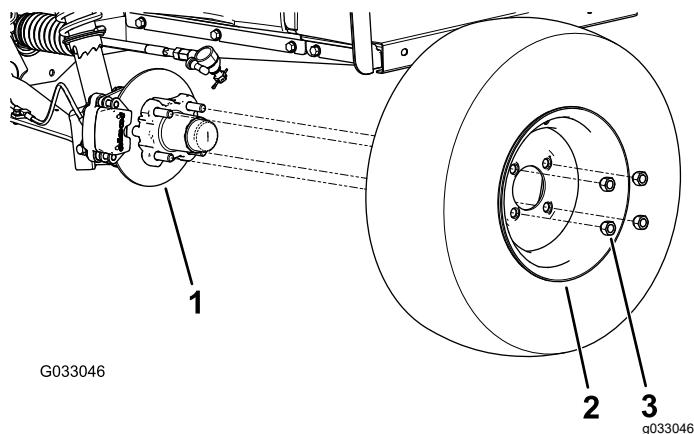

Figura 28
2. Retire las 4 tuercas que sujetan la rueda al cubo (Figura 28).
- Alinee los taladros de la rueda con los espárragos del cubo y monte la rueda en el cubo con la válvula hacia fuera (Figura 28).
- Sujete la rueda al cubo usando las tuercas de rueda (Figura 28).